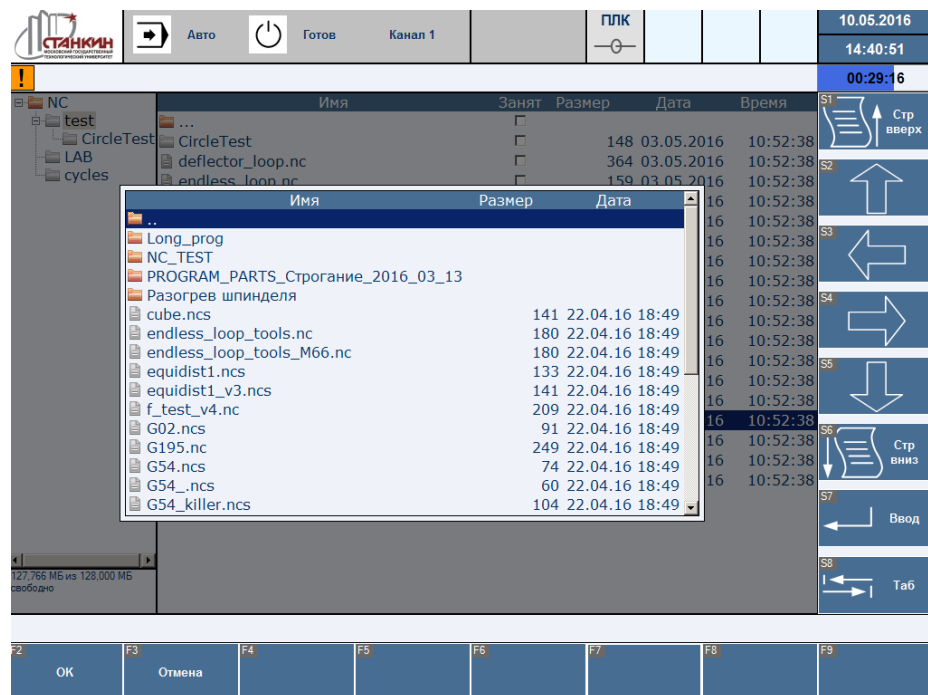

Рисунок 27 – Окно диалога копирования файлов в станок
- F7 – копирование файлов и папок с жёсткого (либо сменного) диска в файловую систему станка. Вызывает окно диалога копирования файлов (Рисунок 27).